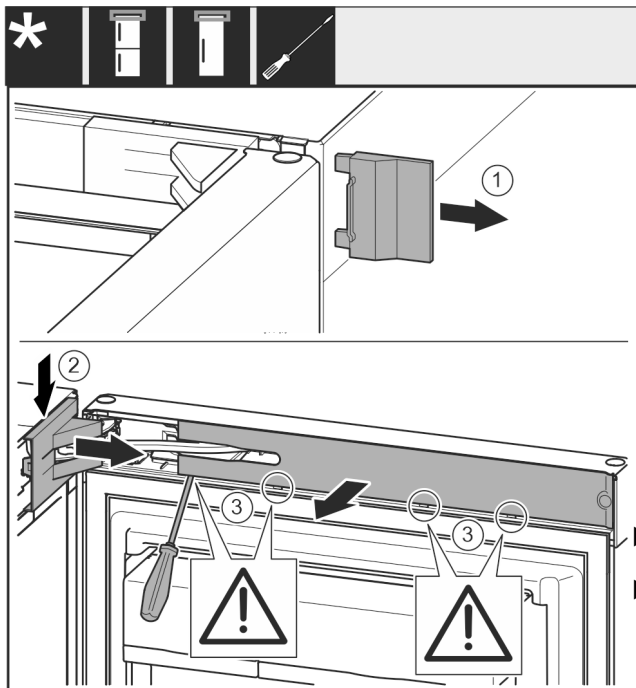

Fig. 5
- ▶ Αφαιρέστε το εξωτερικό κάλυμμα. Fig. 5 (1)
- ▶ Ξεκουμπώστε και λύστε το κάλυμμα του στηρίγματος. Αφαιρέστε το κάλυμμα του στηρίγματος. Fig. 5 (2)
- ▶ Ξεκουμπώστε το διακοσμητικό κάλυμμα με ίσιο κατσαβίδι και παραμερίστε το προς το πλάι. Fig. 5 (3)